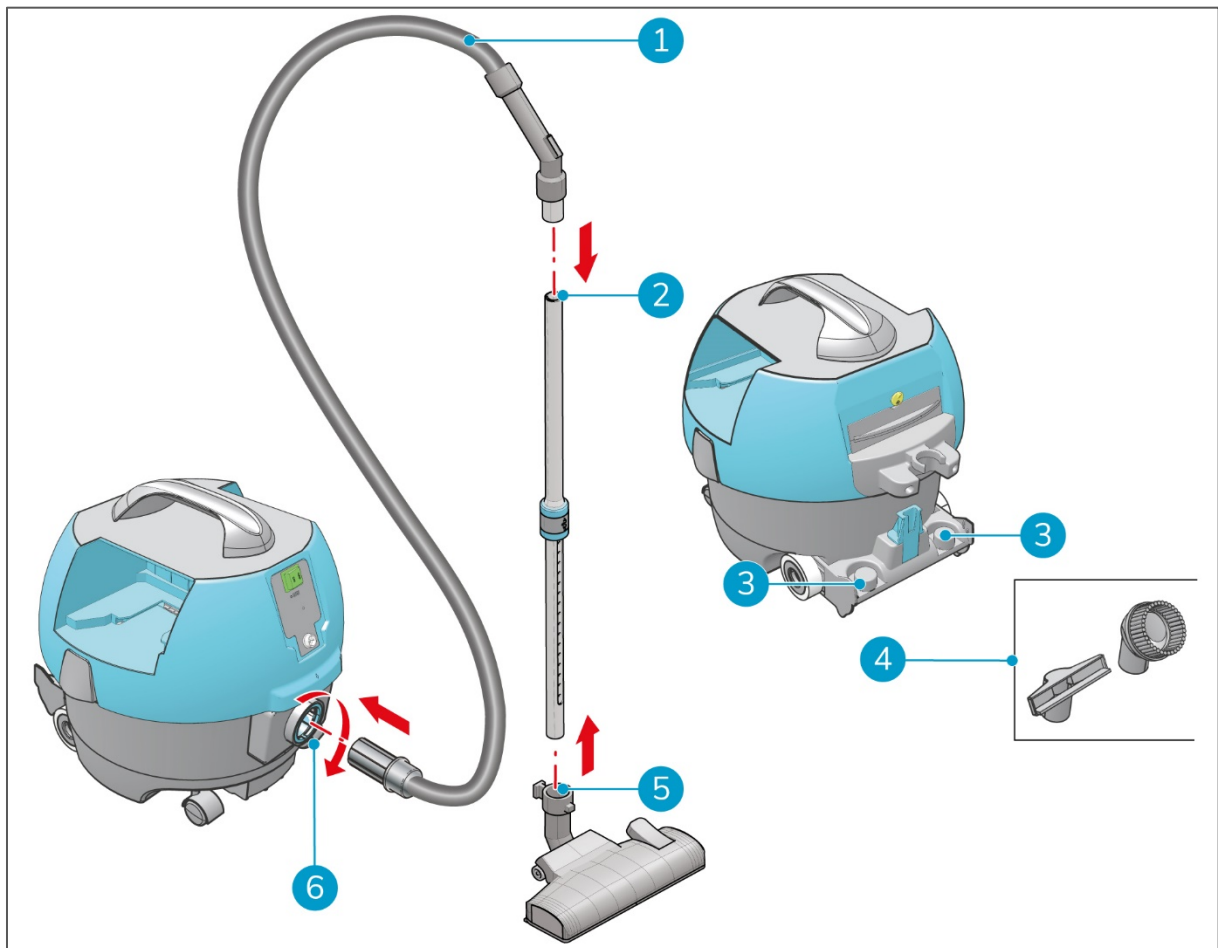

Abbildung 8
1. Stecken Sie den Schlauch (Figure 8, Pos. 1) in den dafür vorgesehenen Anschluss (Figure 8, Pos. 6).
3. Stecken Sie den Schlauch in das Saugrohr (Figure 8, Pos. 2).
4. Stecken Sie die Standardbodendüse (Figure 8, Pos. 5) auf das breite Ende des Teleskoprohrs.
5. Setzen Sie die Rundbürsten- und die Polsterdüse (Figure 8, Pos. 4) auf die Klammern (Figure 8, Pos. 3).